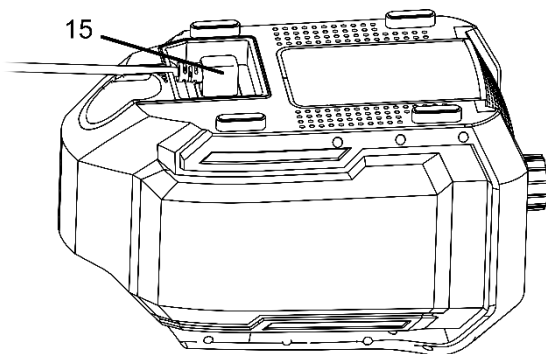

Рисунок 3
- Вставте штекер мережевого шнура (15, рисунок 3) у відповідне гніздо на нижньому боці нагнітального блоку та вставте силову вилку шнура в розетку.